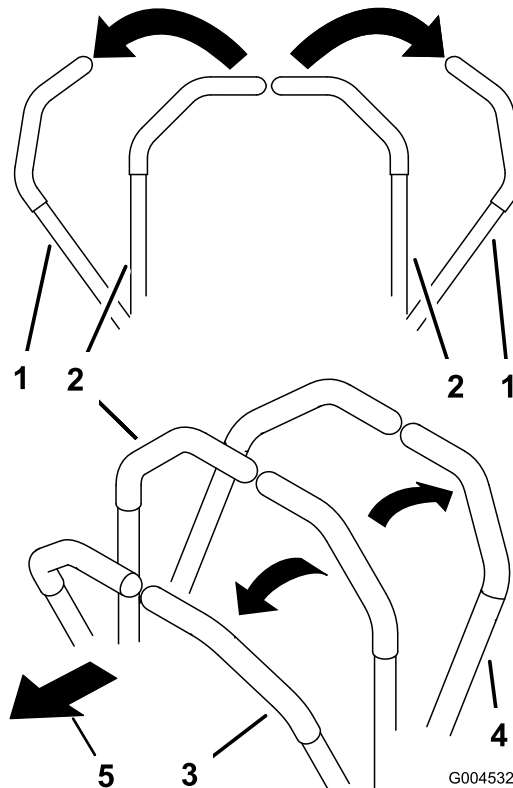

Figura 17
1. Mueva las palancas de control de movimiento hacia fuera (Figura 17) a la posición de bloqueo/punto muerto.
- Para ir hacia adelante, empuje lentamente las palancas de control de movimiento hacia adelante (Figura 17).
Para ir recto, aplique la misma presión a ambas palancas de control de movimiento (Figura 17).
Para girar, mueva la palanca de control de movimiento hacia punto muerto en el sentido en el que desea girar (Figura 17).
Para ir hacia atrás, tire lentamente de las palancas de control de movimiento hacia atrás (Figura 17).
Para girar, deje de empujar la palanca de control de movimiento del lado al que desea girar (Figura 17).